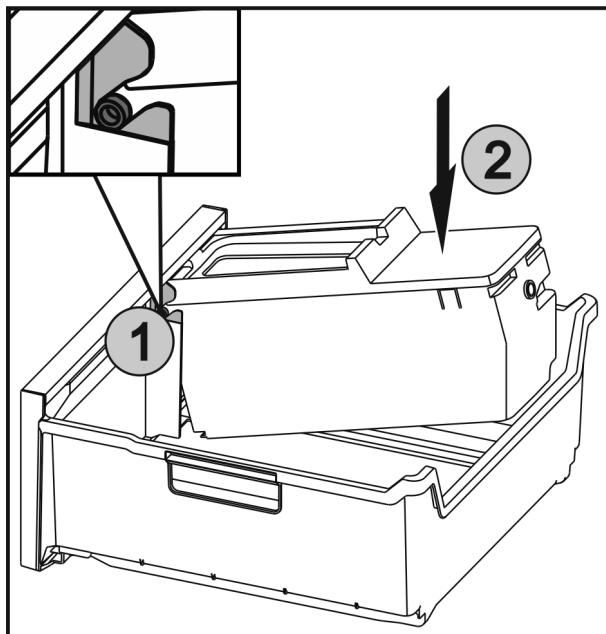

Fig. 32
- ▶ Zasuňte osi Fig. 32 (1) na EasyTwist-Ice do vedení a tlačte zadní stranu Fig. 32 (2), kým spona nezapadne.